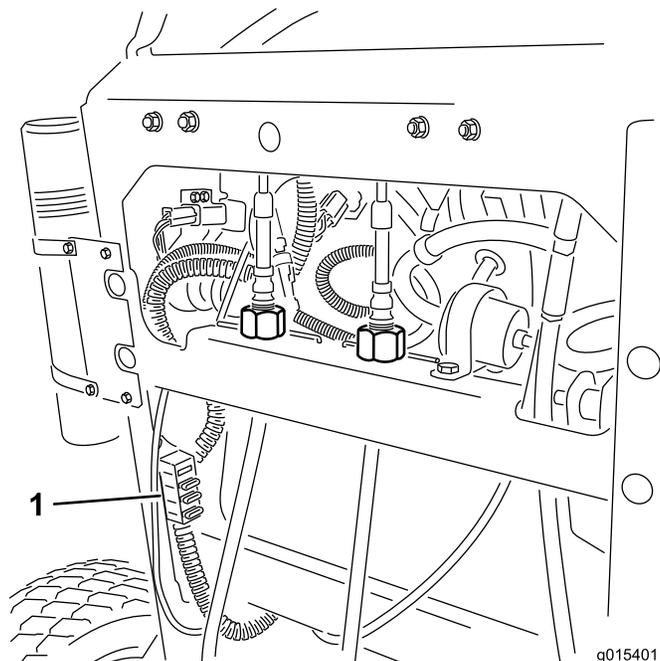

Bild 54
- Ziehen Sie an der Sicherung und entfernen oder tauschen Sie aus (Bild 54).
Hinweis: Stellen Sie sicher, dass eine Sicherung der richtigen Größe befestigt wird Bild 54.